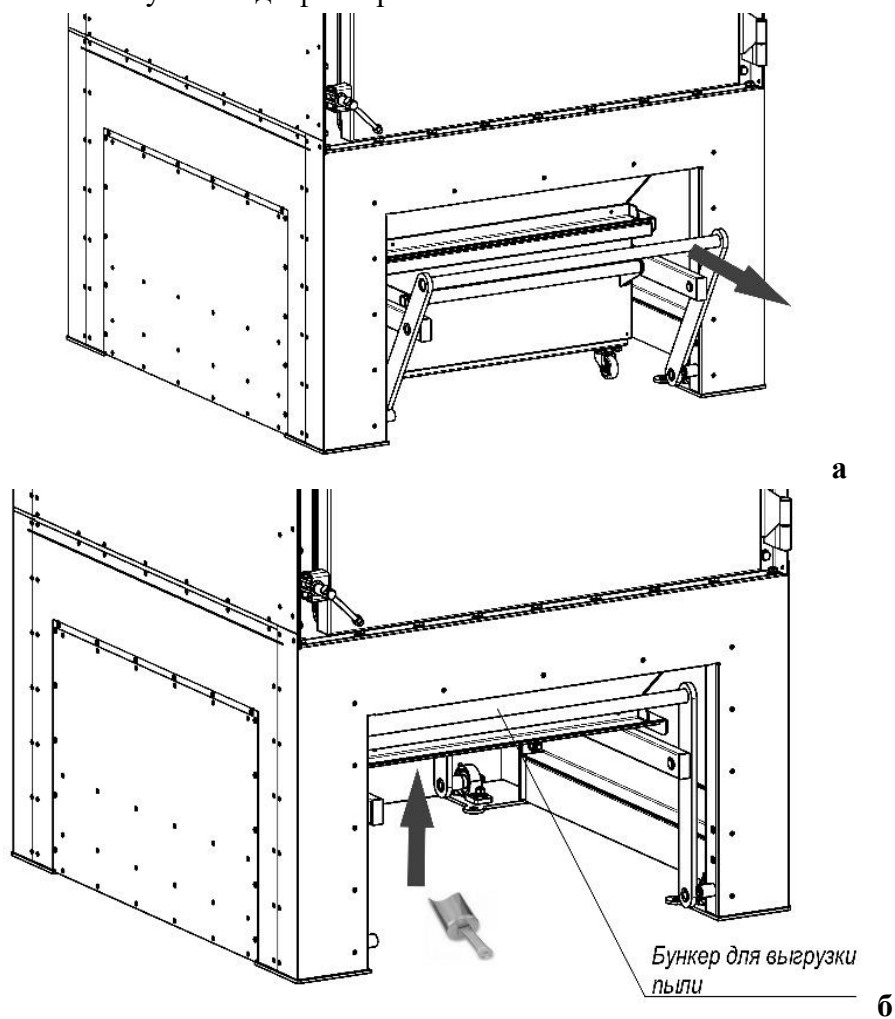

Рисунок 15
- 3) снять панель теплоизоляции пылесборника, потянуть за рычаг механизма поджатия пылесборника (рисунок 15а), выкатить из-под фильтра пылесборник;
- б) в отверстие бункера выгрузки пыли с помощью лопатки подавать (подбрасывать) небольшими порциями средство предзапыления (рисунок 15б);